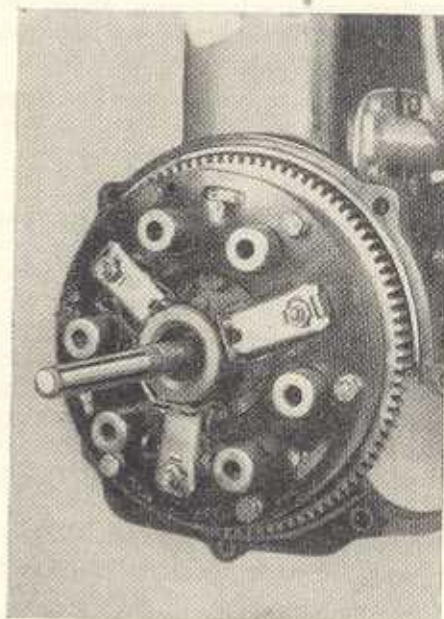

Bild G 3. Zentrieren der Kupplungscheibe
- Der Drehschwingungsdämpfer wird mit dem Zentrierdorn W-88 928 in die Schwungscheibe eingesetzt (Bild G 3).